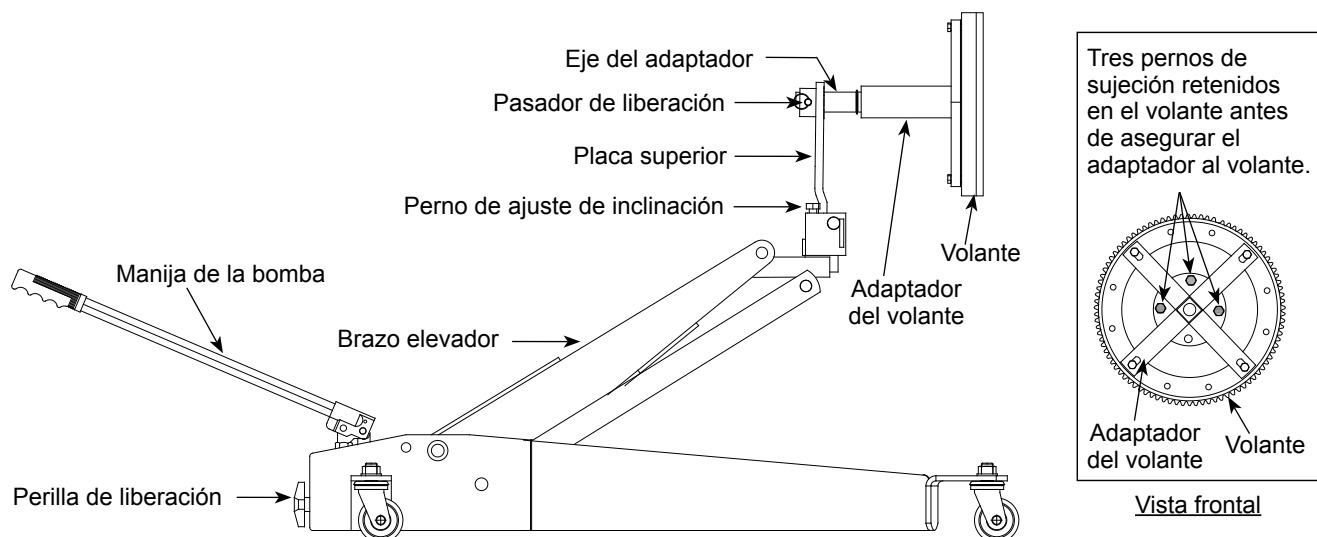

Figura 4: ilustración operativa del adaptador del volante
La manija del embrague está diseñada para quitar e instalar el embrague/volante. Uso específico: para quitar, instalar y trasladar (en la posición más baja) tanto embragues como volantes de 14" (35,56 cm) y 15-1/2" (39,37 cm). Los dos tamaños de portabarrenas más comunes, de 1-3/4" (4,45 cm) y 2" (5,08 cm) de diámetro, vienen incluidos con este producto. La placa superior permite colocar el embrague en posición horizontal para despejar la zona inferior al vehículo o vertical para la instalación y desinstalación. El manguito del portabarrenas se puede girar 360 grados de lado a lado e inclinar verticalmente para lograr una alineación precisa del embrague. El modelo 40501 está diseñado para usarse en conjunto con la manija del embrague Omega 40500 únicamente. Antes de usar, consulte la Figura 4 para cerciorarse de que todas las piezas estén incluidas.
1. Quite todos los pernos que sujetan el volante (pernos del volante al eje de la manivela) excepto los tres pernos que están señalados en la Figura 4.
2. Instale el adaptador del volante como se muestra en la Figura 4. Cierre totalmente la perilla de la válvula de liberación. Bombeé la manija para levantar el brazo elevador y alinee el adaptador del volante con el volante utilizando el perno de ajuste de inclinación.
1. Cierre la perilla de la válvula de liberación, bombee la manija y levante el volante a la posición que se muestra en la Figura 4 para la instalación. Ajuste el volante utilizando el perno de ajuste de inclinación para alinear el volante con el eje de la manivela.